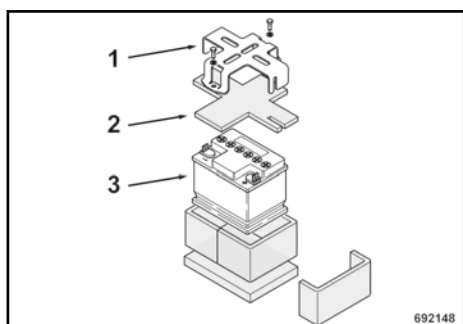

Fig. 44
Desenroscar el soporte (1) ↗ Fig. 44 de la batería.